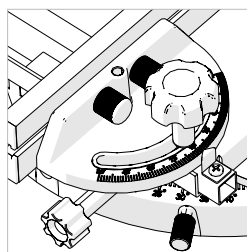

Fig. 22
- Utilisez un tournevis cruciforme N°2 pour desserrer la vis de réglage d'angle. **(Fig. 22)** Ajustez le pointeur et resserrez la vis de fixation.